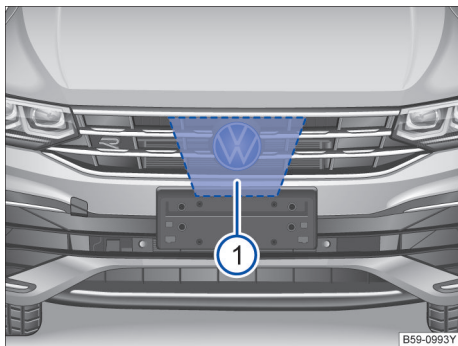

图 123 VW 标志后方的散热器格栅内：雷达传感器
VW 标志后方的散热器格栅内安装了一颗雷达传感器→图 123①，用于监测交通状况，可探测距本车约 100m 范围内的前方车辆行驶状况。